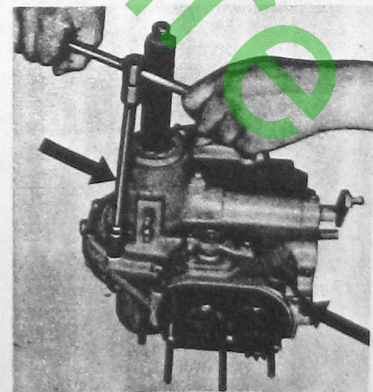

Fig. 51
2. Mit einem Gummihammer die beiden Gehäusehälften auseinanderklopfen. Die beiden am Getriebe befindlichen Paßschrauben (Fig. 51) mit einem Dorn heraustreiben.
3. The two set screws on the gearbox (Fig. 51) can be driven out using a mandrel.